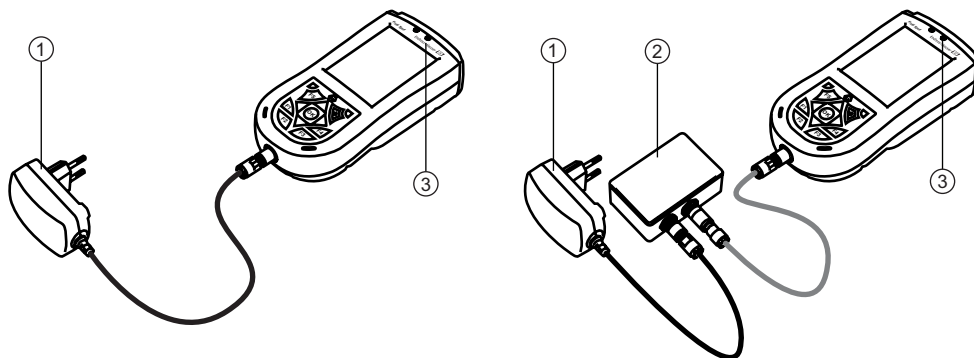

Fig. 4-2: Ricarica mediante caricabatterie o kit di interfaccia USB
- Le batterie possono essere caricate direttamente o tramite l'interfaccia USB; v. Fig. 4-2